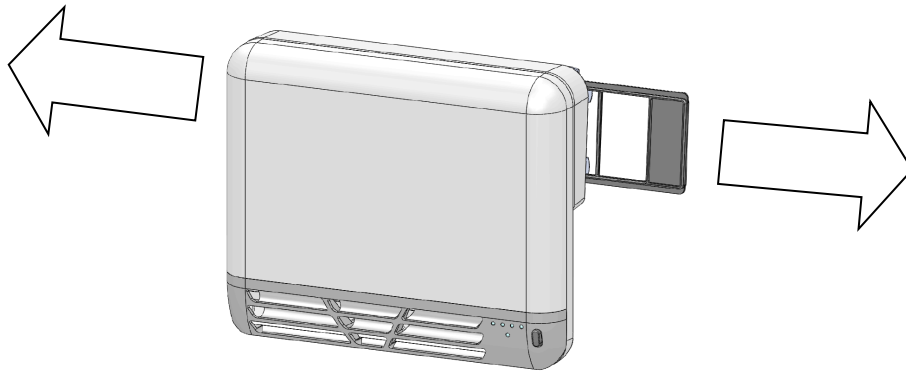

Fig. 26
2. *Trageți filtrul, aflat în partea din spate a blower-ului, spre dreapta sau spre stânga pentru a-l scoate, după cum se arată în Fig. 26.*